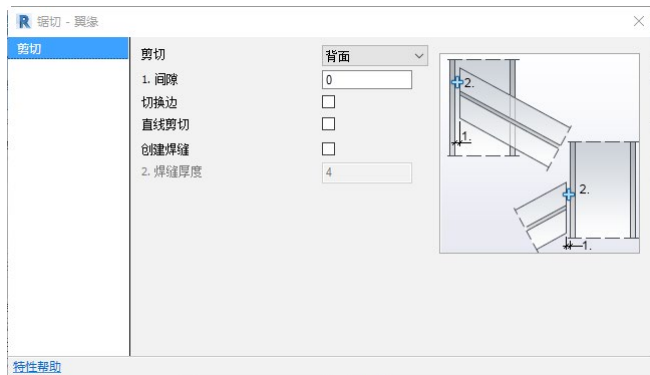

图 8-53 “锯切—翼缘”对话框
(1) 选择要修改的连接, 打开“修改 | 子连接”选项卡。
(2) 单击“连接”面板中的“修改参数”按钮, 打开特定的连接对话框, 例如: 选择“锯切—翼缘”连接, 单击“修改参数”按钮, 打开“锯切—翼缘”对话框, 如图 8-53 所示。
(3) 在对话框中更改相关参数，模型会随之更改。
(4) 从图 8-53 所示对话框中可以看出，对话框没有“关闭”按钮，可以执行以下操作，关闭对话框。